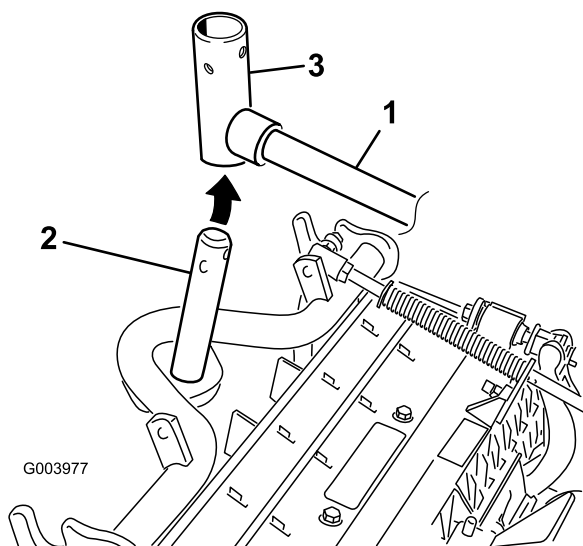

图10
8. 对于前滚刀组，在将承载架轴向上插入提升臂轴轂的同时，把滚刀组滑到提升臂下方（图10）。
- B. 将提升臂轂插入承载架轴的上方（图10）。